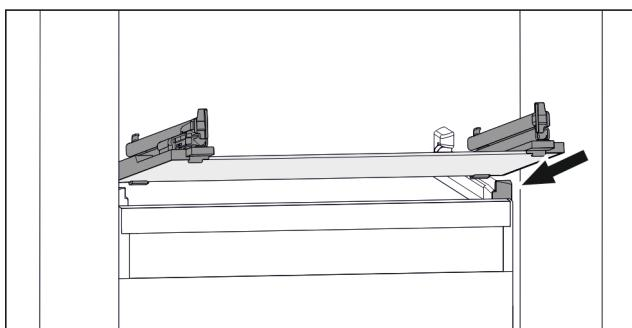

Fig. 73 Příklad znázornění skleněné desky
- Nasadte skleněnou desku šikmo za zarážky. (viz Fig. 73)